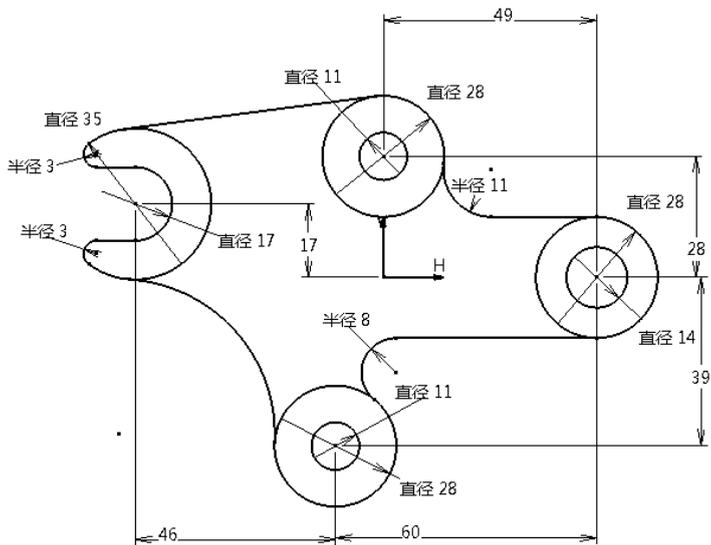

图 5-147
(2) 利用草图工作台中的直线、圆、倒圆角等工具，绘制如图 5-147 所示的草图。